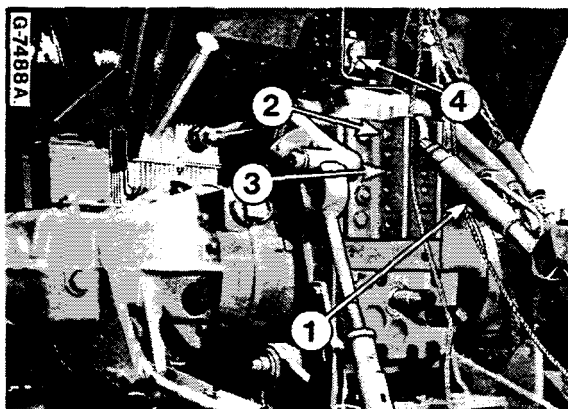

Fig. 40
Fixez le bras supérieur (1) - Figure.40 - au trou (2 ou 3) suivant le cas.